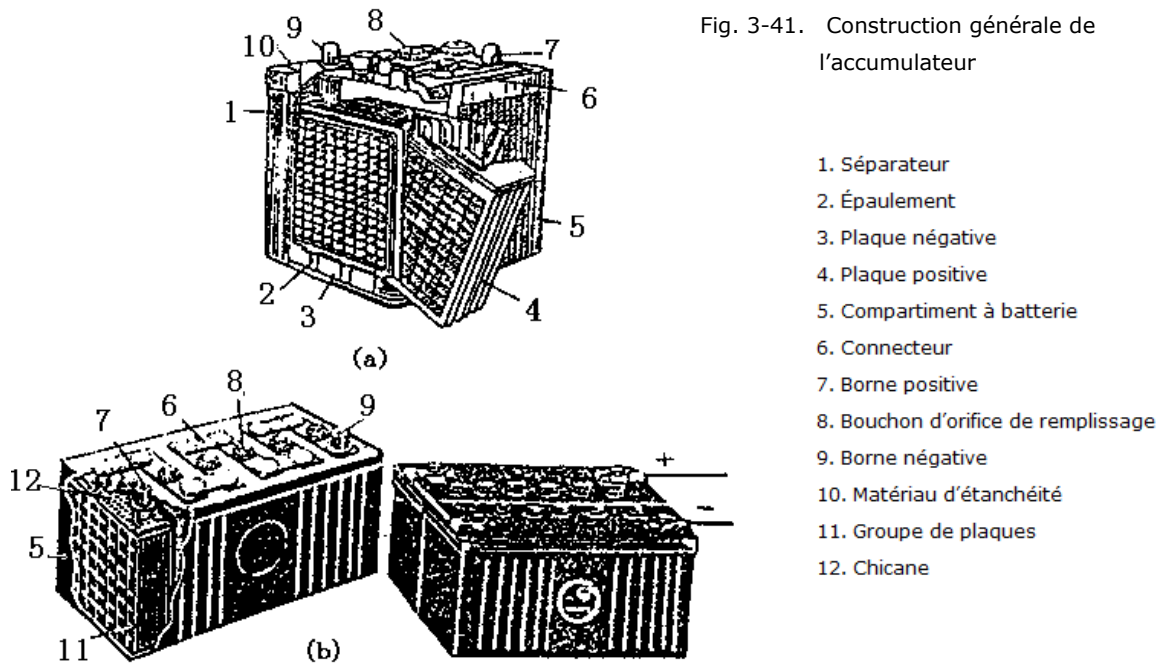

Fig. 3-41. Construction générale de l'accumulateur
3.9.4. Accumulateur (fourni par l'utilisateur) Pour le moteur diesel de la gamme YC6T, l'alimentation du matériel électrique est assurée par l'accumulateur constitué de deux batteries en plomb présentant une tension de 12 V et une puissance de 195 Ah minimum. Les principales fonctions de l'accumulateur sont les suivantes : il alimente le moteur CC au démarrage du moteur diesel ; il alimente le matériel électrique lorsque l'alternateur ne génère aucune électricité ou que sa tension est trop basse ; il peut être utilisé comme source d'alimentation supplémentaire lorsque la charge consommée dépasse la puissance d'alimentation de l'alternateur ; il peut conserver l'énergie électrique lorsque l'accumulateur n'est pas stocké suffisamment longtemps et que la puissance de sortie de l'alternateur est trop importante, sauf pour le matériel électrique. La figure 3-41 illustre la